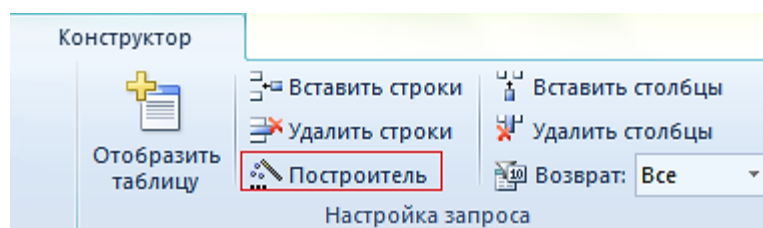

Рисунок 67 – Вызов *Построителя выражений*
2. Откройте панель *Конструктор* и выберите в разделе *Настройка запроса* – *Построитель* (рисунок 67).